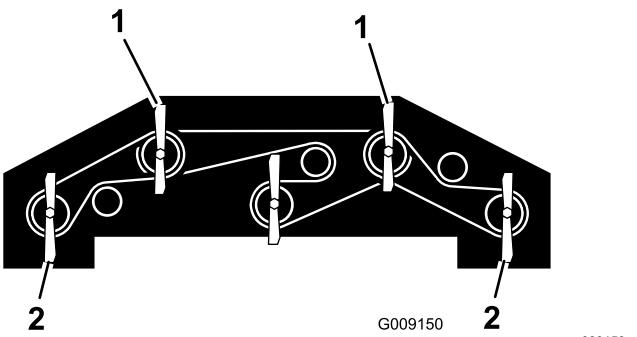

Рисунок 133
- Поверните каждый нож так, чтобы он был направлен прямо вперед (Рисунок 133).